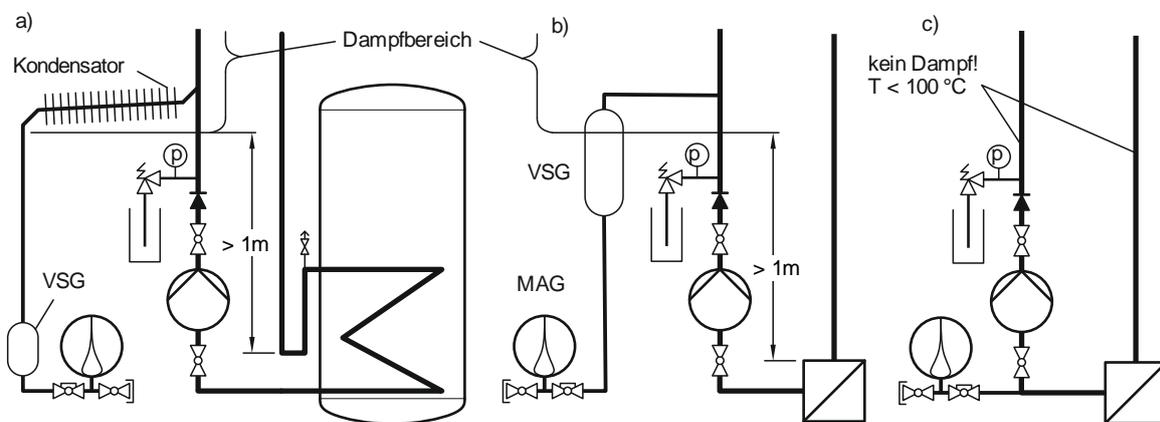

Abbildung 3 Rohrführung und Armaturen im Technikraum.
- Falls der Dampf bis in den Technikraum vordringen kann, muss die Dampfreichweite nach Abbildung 3 a) durch einen Kondensator oder b) durch ein Vorschaltgefäß (VSG) begrenzt werden. Zum Schutz der Pumpe muss die Ausdehnungsleitung **auf der Druckseite** angeschlossen sein.
- Das Ausdehnungsgefäß darf nach Abbildung 3 c) **nur dann** auf der Saugseite der Pumpe an den Kreislauf angeschlossen werden, wenn weder Dampf noch heisses Kondensat die Pumpe erreichen kann.